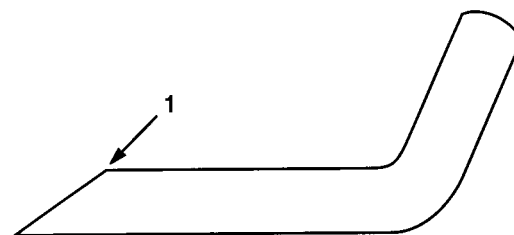

Fig. 19
3. Undersøk eggene på alle knivene. Kvesse knivene hvis nødvendig. Du må bare kvesse toppen av eggen og kvesse i samme vinkel for å sikre at kniven holder seg kvass (fig. 19). Kniven holder seg i balanse hvis like mye metall fjernes fra begge egger.